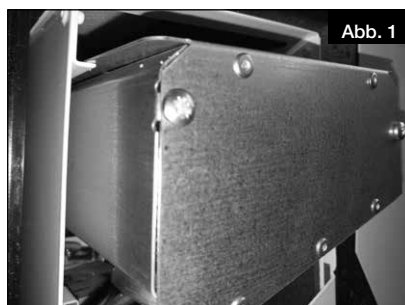

Abb. 1
1. Elektrovorheizung in die Führungsschiene einsetzen (Abb. 1) in den Schacht einschieben.
2. Elektrovorheizung in die Führungsschiene einsetzen (Abb. 1).